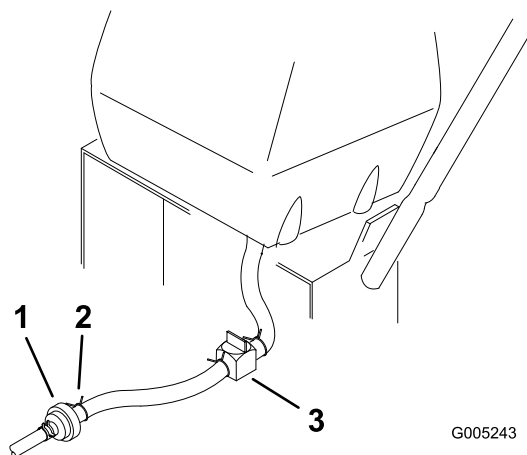

Figure 29
2. Fermez le robinet d'arrivée de carburant sur le réservoir (Figure 29).
3. Pincez les extrémités du collier de fixation et poussez le collier en haut de la conduite d'alimentation, à l'opposé du filtre à carburant (Figure 29).
4. Débranchez la conduite d'alimentation du filtre à carburant (Figure 29). Ouvrez le robinet d'arrivée de carburant et laissez l'essence s'écouler dans un bidon ou un bac de vidange.
3. Fermez le robinet d'arrivée de carburant sur le réservoir (Figure 29).
7. Ouvrez le robinet d'arrivée d'essence sur le réservoir (Figure 29).